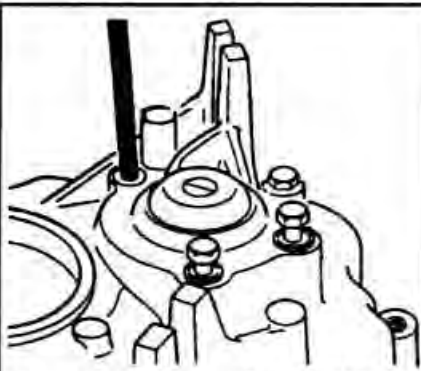

Рис. 6-23. Приспособление BMW 23 2440, вставленное через резьбовое отверстие задней крышки для фиксации пластины
- Присоединить картер коробки передач к картеру сцепления, вставив приспособление BMW 23 2440 через резьбовое отверстие картера коробки передач (рис. 6-23).